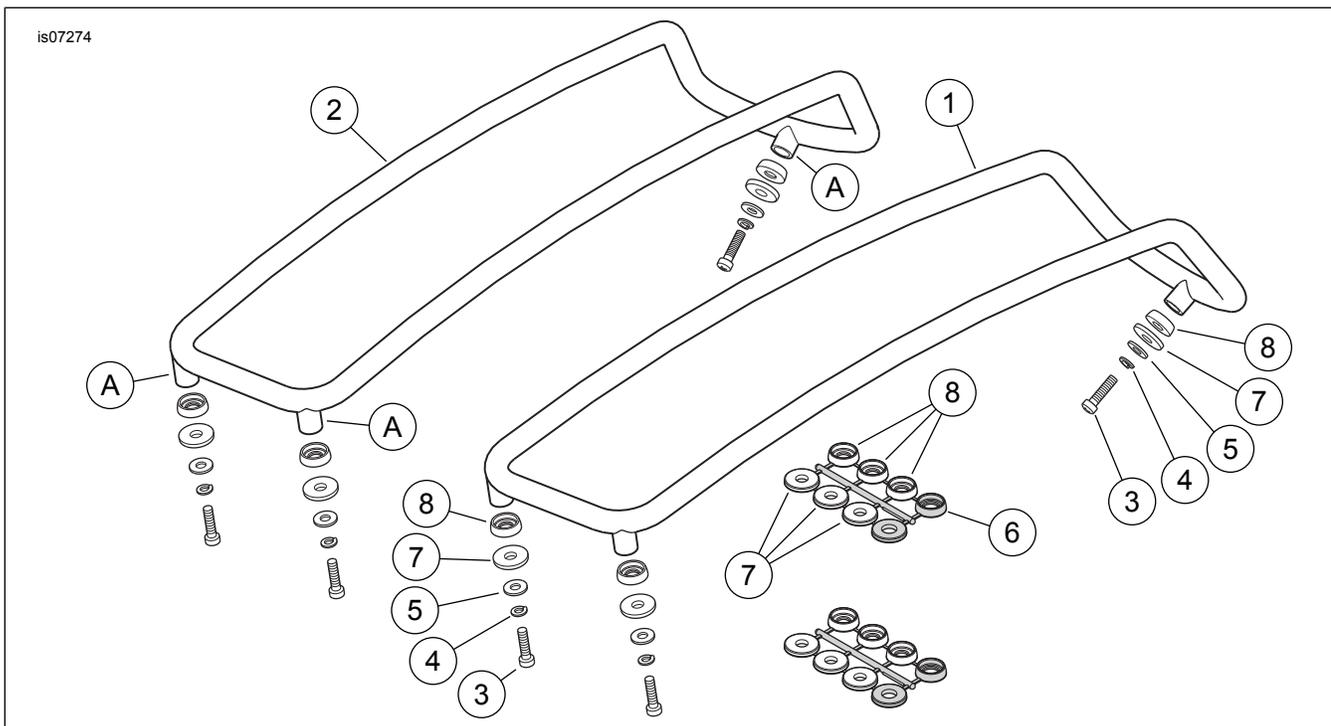

Figura 1. Peças de reposição, kit da guia da tampa do alforje Touring
Veja Figura 1 e Tabela 1.
2. Veja Figura 1. Coloque o trilho de acabamento correto (1 ou 2) na posição de montagem aproximada da tampa do alforje.
3. Coloque 51 mm (2 in) de fita adesiva na tampa do alforje, sob cada um dos três ressaltos de montagem do trilho de acabamento (A).
4. Corte os três coxins de montagem (8) **de mesmo tamanho** e as arruelas (7) do coxim de borracha e do conjunto de arruelas (6).